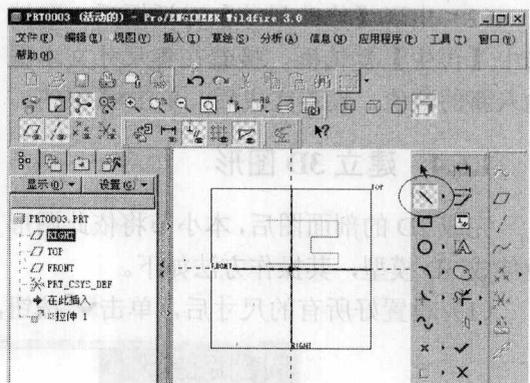

图 1-13 绘制线段
(4) 进入草绘模式后, 单击  按钮, 接着在绘图区中单击选择线段第一点, 移动鼠标到适当位置后, 再单击选择线段第二点、第三点..., 绘制如图 1-13 所示的线段, 最后单击鼠标中键, 结束画线命令。